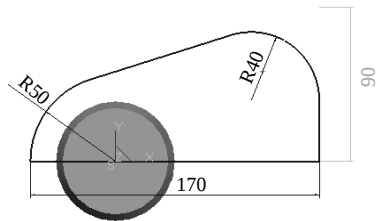

图 8-155 绘制圆
2) 利用圆、直线、过渡、修剪等工具绘制如图 8-155 所示的草图。